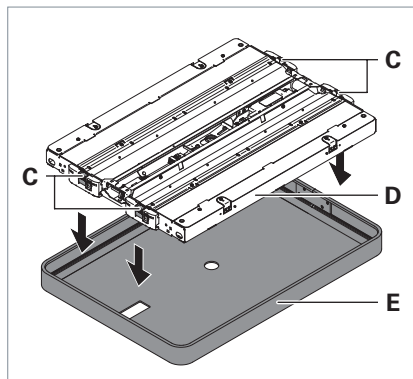

Fig. 7: Monter le cadre de protection.
- Placez le châssis du luminaire **D** par le haut dans le cadre de protection **E** et veillez à ce que tous les quatre crochets **C** s'enclenchent, voir Fig. 7.